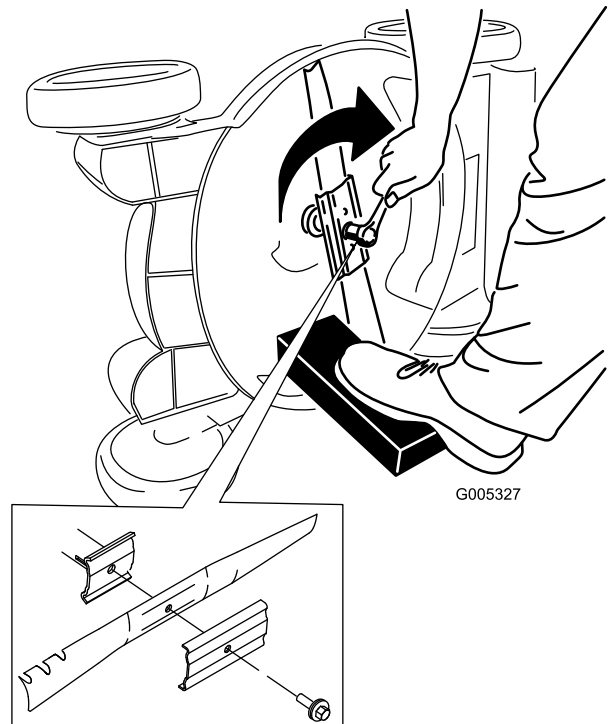

Figura 26
4. Retire la cuchilla, conservando todos los herrajes de montaje (Figura 26).
5. Instale la cuchilla nueva y todos los herrajes de montaje (Figura 26).